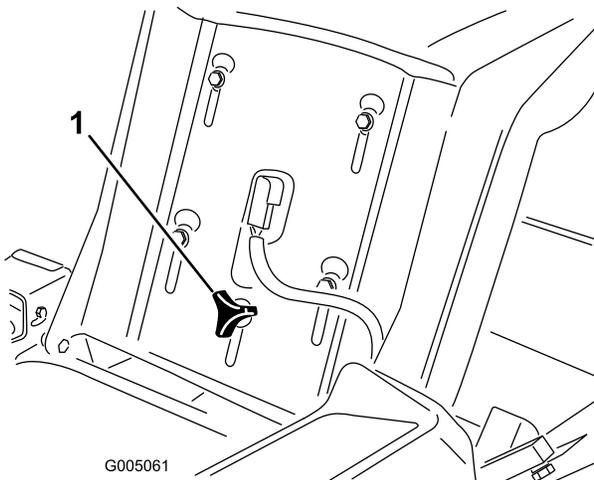

Figura 20
- Levante el asiento y afloje el pomo de ajuste lo suficiente para poder desplazar el asiento (Figura 20).